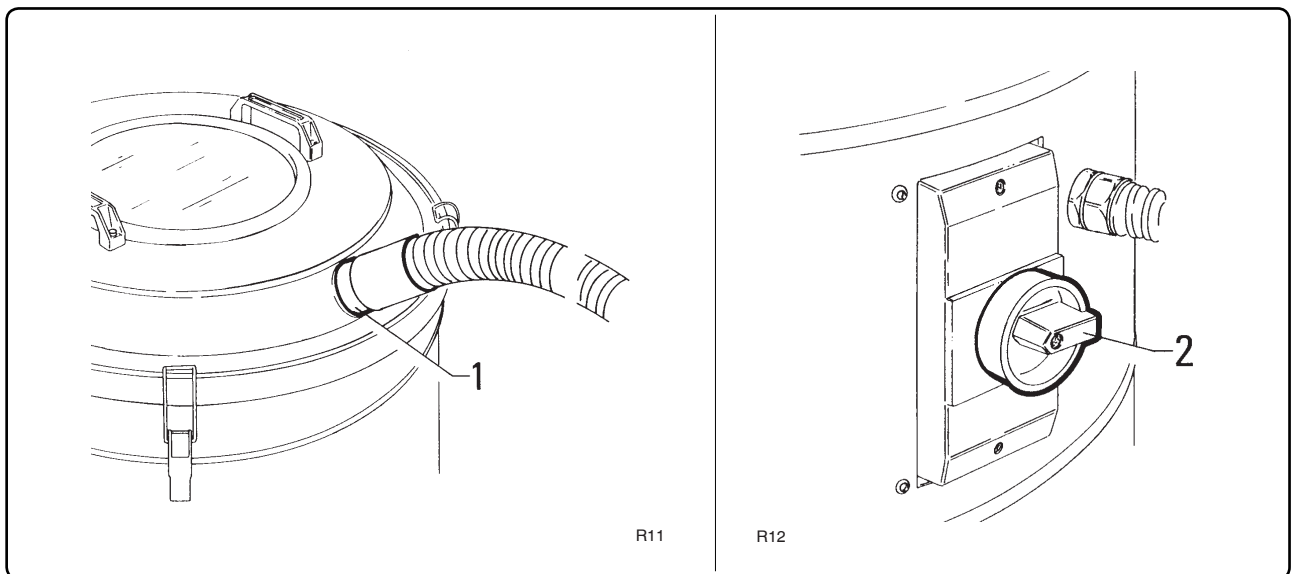

Fig. 6.2.1
6.3 - Arresto (fig. 6.2.1)
6.3 - Stopping (fig. 6.2.1)
6.3 - Arrêt (fig. 6.2.1)
6.3 - Ausschalten (Abb. 6.2.1)